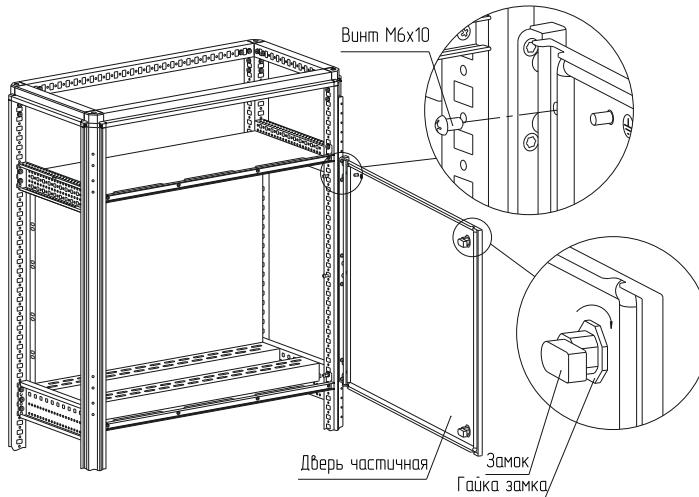

Рисунок 55
4.28.5 Закрепите дверь частичную к петле на винты M6×10, момент затяжки – 7 Н·м. Установите на дверь частичную замок и зафиксируйте его гайкой (рисунок 55).